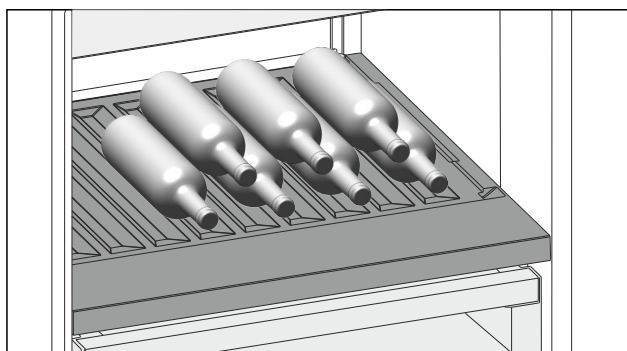

Fig. 168 Ilustrační zobrazení
- Láhve ukládejte dnem dozadu k zadní stěně. (viz Fig. 168)